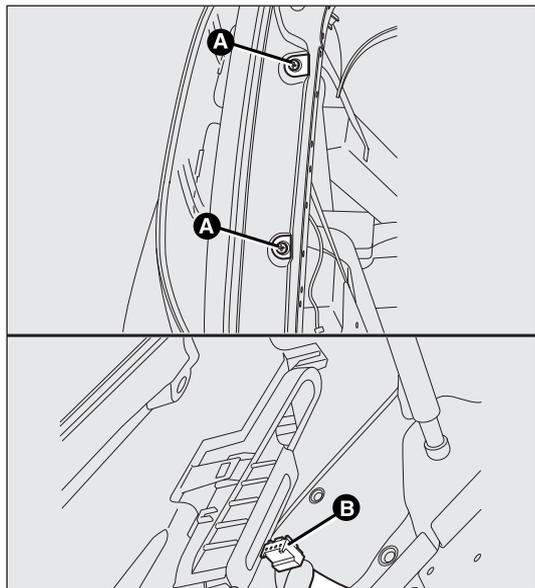

fig. 174
La disposition des ampoules du groupe optique fig. 174 est la suivante :
- dévisser les vis de fixation A-fig. 174 ;